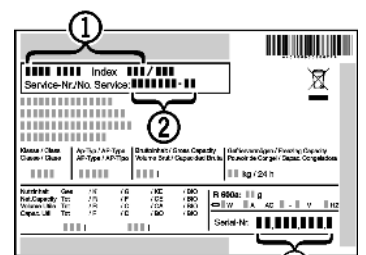

Fig. 15
- ▶ Наименование устройства Fig. 15 (1), сервисный № Fig. 15 (2) и серийный № Fig. 15 (3) считайте с заводской таблички. Заводская табличка находится внутри устройства слева.
- ▶ Обратитесь в сервисную службу и сообщите вид неисправности, наименование устройства *Fig. 15 (1)*, сервисный № *Fig. 15 (2)* и серийный № *Fig. 15 (3)*.